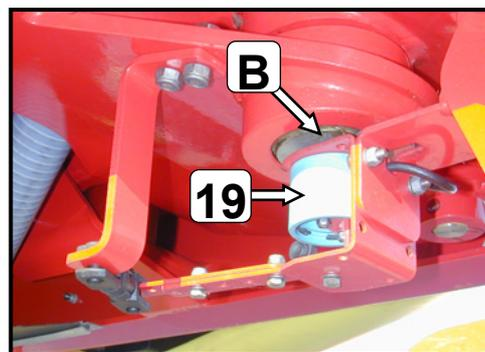

Рис. 10
- Подтвердите выведенный на дисплей показатель для заднего переменного резистора (19, рис.10 или 11), нажав на **клавишу ОК**.
Мертвая зона заднего переменного резистора (19, рис. 10 или 11) (на буксирной сцепке или поворотной оси) представляет собой узкую площадку, где центральная позиция может отклоняться от запрограммированной центральной позиции
Мертвая зона "*dz*" заднего переменного резистора (19, рис.10 или 11) устанавливается при изготовлении с показателем в диапазоне 2 - 6, и как правило, не изменяются.
- Включите режим ввода, нажав клавишу **ОК**, показатель заднего переменного резонатора (19, рис. 10 и 11) и максимальный показатель отклонения в управлении будет мерцать.